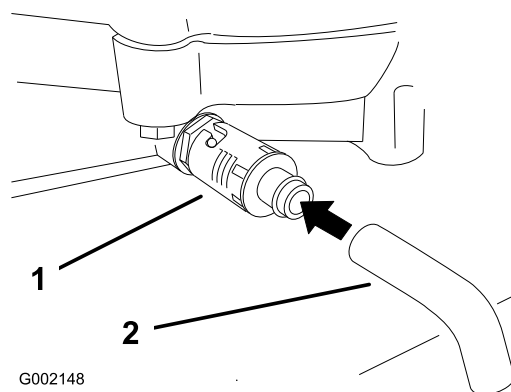

図 22
4. ドレンの下に廃油受けを置く。ドレン・バルブを回して開き、オイルを排出する (図 22)。